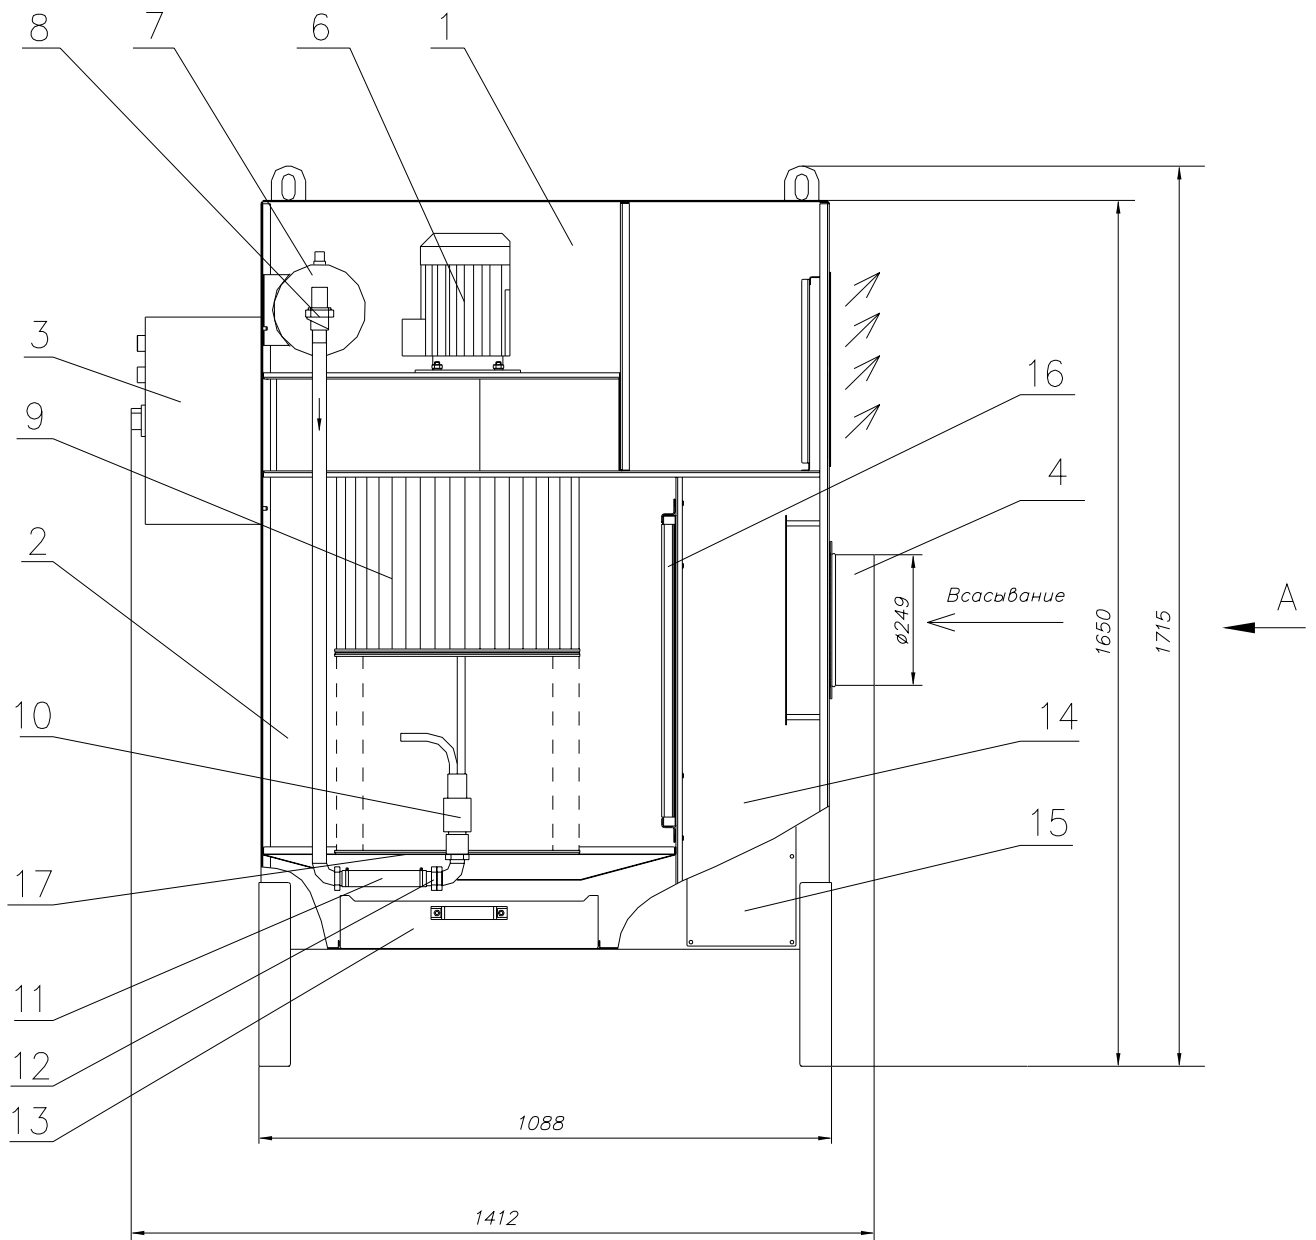
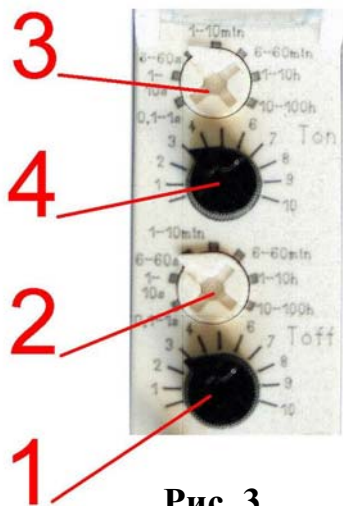

рис. 1
Рис. 3
ФВА (рис.1,2) состоит из вентиляторной секции (1), фильтровальной секции (2) и блока управления (3). Вентиляторная и фильтровальная секции объединены в единую конструкцию.
- 5.3.1. Устройство регенерации состоит из (рис.1):
- ресивера сжатого воздуха (7);
- электромагнитного пневмоклапана (8);
- реле времени (рис.3);
- соплового блока (10);
5.3.3. Реле времени (рис.3) осуществляет выдачу импульсов на открытие электромагнитного пневмоклапана. Регулировкой устанавливается продолжительность открытия электромагнитного пневмоклапана и интервал между импульсами.
- продолжительность импульса устанавливается регулятором (3) и делителем (4) (рис.3). Регулятор (3) имеет сектора “s”- секунды, “m”- минуты, “h”- часы, “d”- дни. Делитель (4) устанавливает кратность выбранной регулятором (3) установки. Так, если